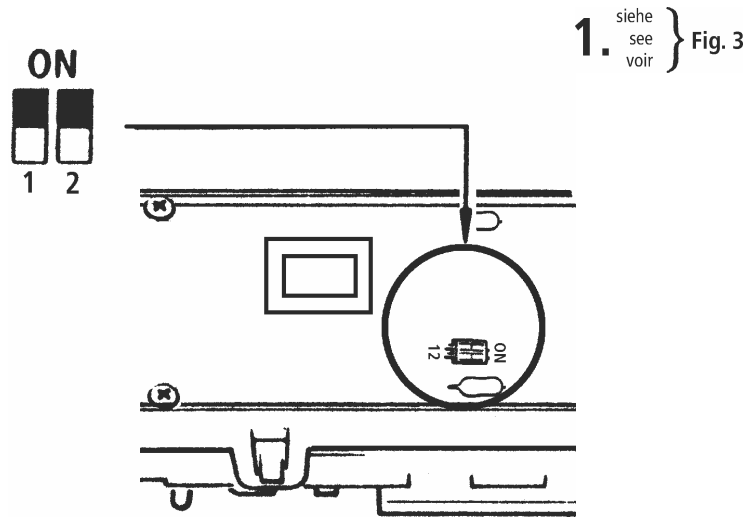
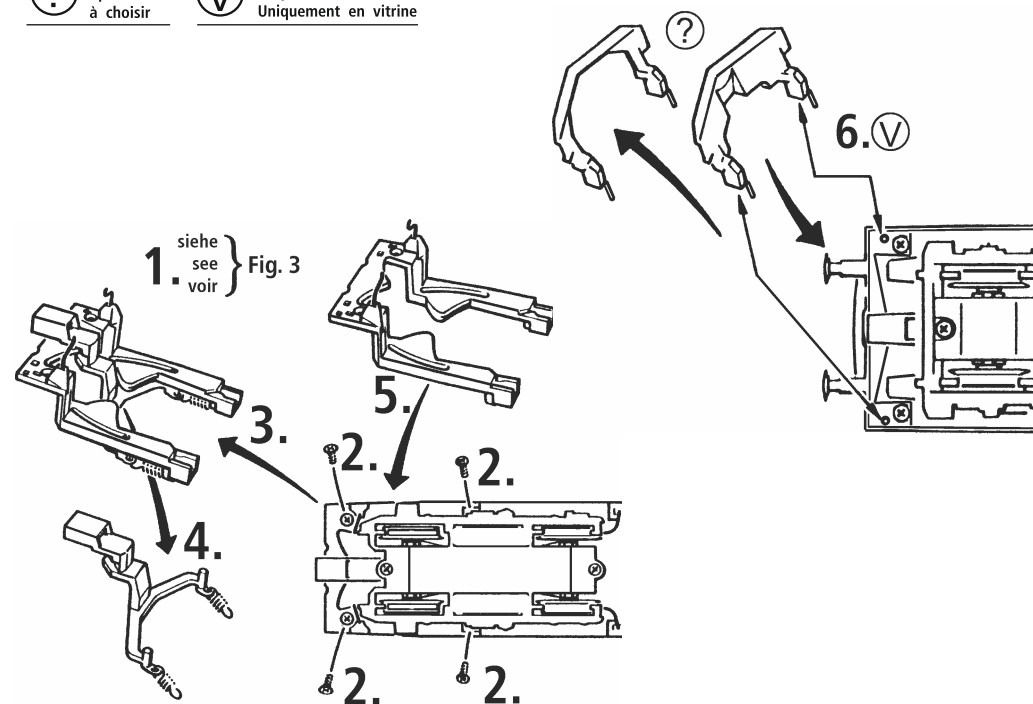

Fig. 6
Fig. 3
Mehrzugbetrieb: Zuerst Lokgehäuse abnehmen (Fig. 3). Danach den Brückenstecker aus der Schnittstelle entfernen (sorgsam aufbewahren). Zuletzt den Stecker des Steuerbausteins lagerichtig einsetzen (Fig. 6).
2. Schmierung: Versehen Sie die im Schmierplan in Fig. 9 gekennzeichneten Stellen mit nur **kleinen Öltropfen**. Dazu zuerst das Lokgehäuse abnehmen (Fig. 3). Wir empfehlen den ROCO **Öler Art.-Nr. 10906**. Fürs Schmieren der Getriebeteile (Zahnräder, Schnecke) empfehlen wir das ROCO-**Spezialfett Art.-Nr. 10905**. Im Falle der Schmierung diese Teile **nicht ölen**.
4. Kohlebürstenwechsel: Lokgehäuse abnehmen (Fig. 3). Danach wird der Motor ausgebaut und die Kohlebürsten ausgewechselt (Fig.10).
Enlevez ensuite la fiche de shuntage de l'interface (à conserver!) et enfichez finalement la fiche du module de télécommande aux prises de l'interface. Veillez à la position correcte de la fiche (voir fig. 6).
goutte aux endroits indiqués par le plan de graissage (fig. 9) après avoir démonté la caisse de la locomotive (fig. 3). Nous vous recommandons **le graisseur à huile Roco réf. 10906**. Pour graisser les engrenages (roues dentées, vis sans fin) nous vous conseillons la **graisse spéciale Roco réf. 10905** pour engrenages en matières synthétiques. Lorsque vous utilisez cette graisse il faut éviter d'huiler ces composants.
Démontez la caisse (voir fig. 3). Démontez ensuite le moteur et échangez le balais (fig. 10).
Running in digital mode: First remove the jumper from the interface. Finally put the plug of the chip into the interface as shown in fig. 6.
2. Lubrication: Apply **tiny oil drops** to spots marked in fig. 9. Prior to lubrication dismantle locomotive (fig. 3). We recommend using item no. **10906, Roco oiler**. For lubrication the gear-parts (e.g. cog-wheels, worm) we would recommend our Roco **special grease** (item no. **10905**).
4. Carbon brush changing: First remove loco body (fig. 3) and then the motor (fig. 10).